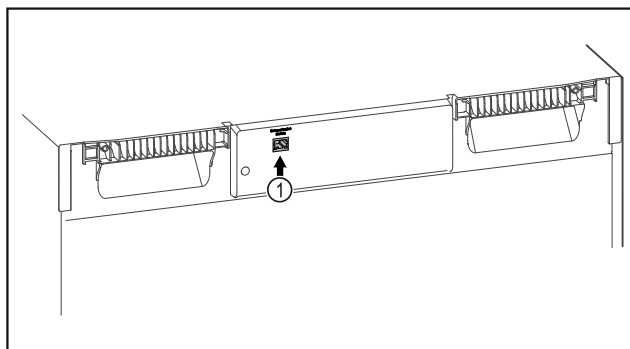

Fig. 105
- El SmartModule Fig. 105 (1) está colocado.